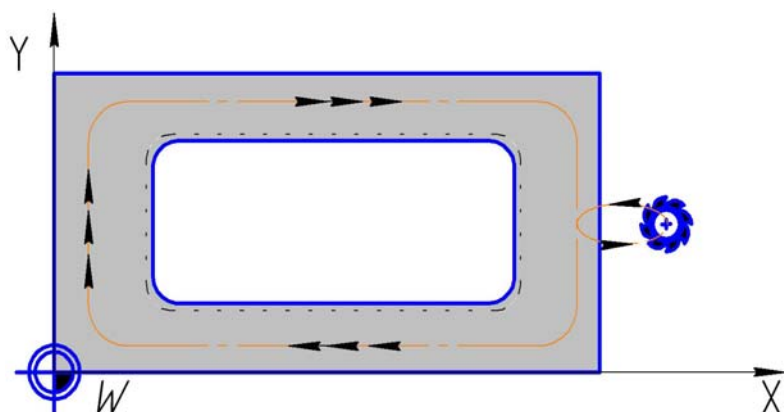

Рис. 4.53. Схема цапфы, обрабатываемой с использованием цикла 213
2. Из центра цапфы инструмент перемещается в плоскости обработки в точку старта (рис. 4.53), которая лежит на (3 – 5)-кратном радиусе инструмента справа от цапфы.